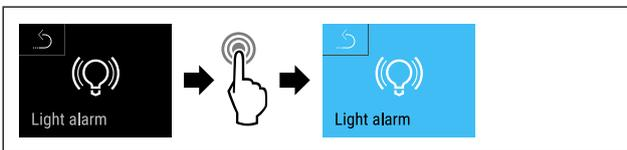

Fig. 151
- ▶ Handlungsschritte (siehe Fig. 151) durchführen.